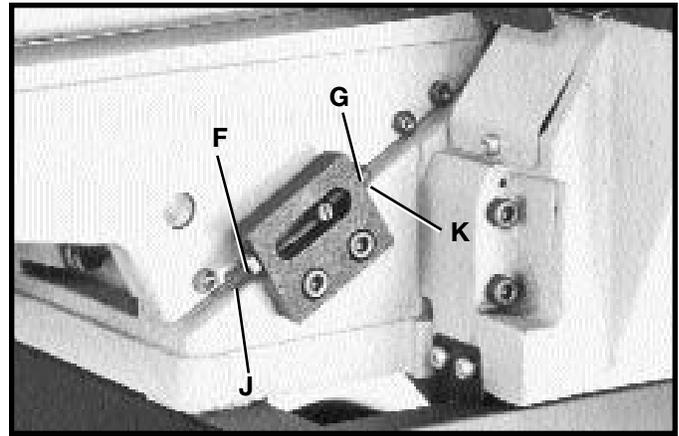

Fig. 37
1. Se proporcionan topes positivos para limitar la altura y la profundidad de la mesa de alimentación. Para ajustar los topes, sencillamente afloje las dos tuercas de cierre (F) y (G) Fig. 37, y gire los dos tornillos de ajuste (J) y (K) según lo requerido. Apriete nuevamente entonces las tuercas de cierre (F) y (G). Resulta aconsejable fijar el tope positivo superior (J) para su corte final o de acabado. Esto significa que usted podrá fijar la mesa de alimentación rápidamente para su corte final o de acabado sin necesidad de verificar la escuadra y el indicador. Además, el tope positivo inferior (K) puede fijarse para la profundidad de corte máxima de 1/2 pulg., o si desea limitar la profundidad del corte, ajuste el tornillo de parada (K) según corresponda.